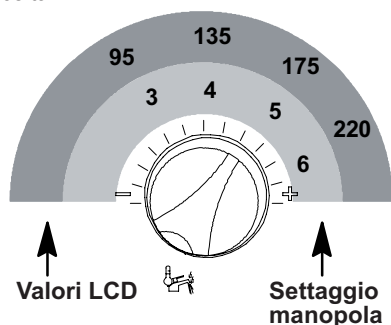

Fig. 7.13
- Allo spostamento della manopola regolazione temperatura sanitari in Fig. 7.13, corrisponde una visualizzazione dei parametri variati sull'LCD (per esempio la sequenza P14 si alterna a 160).